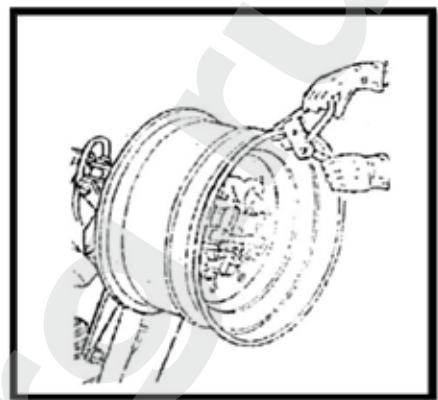
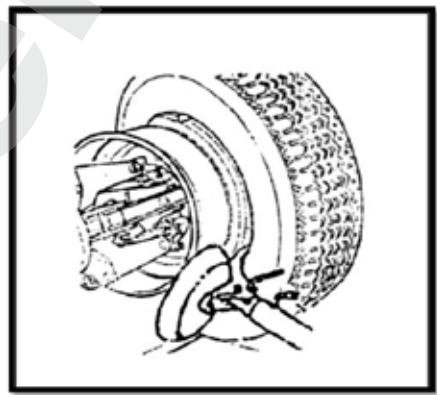
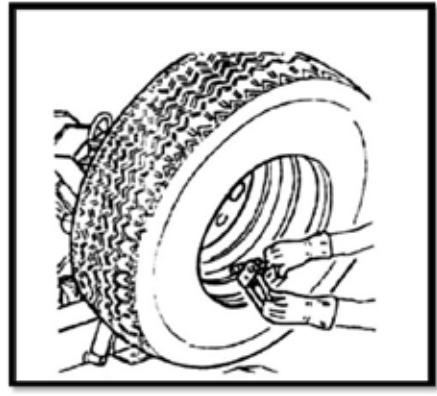
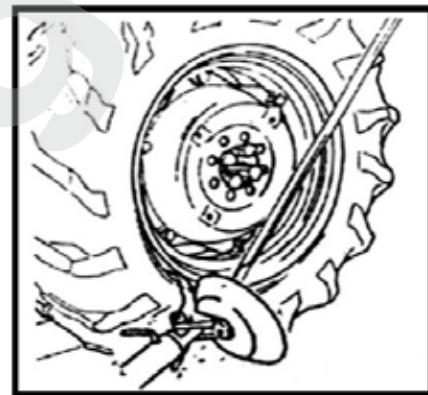

Рис. 13
Рис. 14
Рис. 15
Рис. 16
- (1) Зафиксируйте обод с помощью гидравлического зажимного устройства.
- (2) Смажьте оба борта шины и края шины специальным смазочным материалом.
- (3) Установите тиски-зажим самой верхней точке на внешнем крае обода (рис. 13).
- (4) Установите шину на платформу и опустите консоль. Отрегулируйте взаимное положение зажима и инструментальной консоли, установите внутренний борт шины на обод (удерживайте зажим в верхней точке).
- (5) Поднимите обод и шину, вращайте их по часовой стрелке на 15-20 мм, шина будет располагаться под углом к ободу.
- (6) Убедитесь в том, что монтажный палец направлен на шину. В противном случае опустите блокировку, поверните палец на 180° и зафиксируйте.
- (7) Установите монтажный палец на расстоянии 5 мм от обода.
- (8) Вращайте колесо по часовой стрелке до тех пор, пока зажим не окажется в крайней нижней точке (рис. 14).
- (9) Снимите зажим с обода и установите инструмент в исходное положение (нерабочее).
- (10) Поверните инструментальную консоль к внешней части шины и зафиксируйте ее.
- (11) Установите тиски на внутренней стороне обода и вращайте колесо до тех пор, пока зажим не окажется в крайней верхней точке (рис. 15)
- (12) Вращайте колесо против часовой стрелки до тех пор, пока зажим не окажется в крайней нижней точке.
- (13) Снимите зажим.
- (14) Переместите платформу под колесо и опустите консоль (5), чтобы установить колесо на платформу.
- (15) Снимите колесо с гидравлического зажимного устройства. Следите за тем, чтобы колесо не скатилось.
- (1) Установите инструментальную консоль (9) в исходное положение, переведите его к внешней стороне колеса и зафиксируйте в рабочем положении.
- (2) Вращайте колесо, одновременно с этим переведите монтажный палец вперед и установите его между ободом и бортом шины.
- (3) Поверните обод так, чтобы он был на расстоянии 4-5 см от инструмента. Это позволит избежать соскальзывания борта с инструмента.
- (4) Переведите монтажный палец к внешнему краю обода.
- (5) Вставьте монтировку между ободом и бортом справа от инструмента (рис. 16).
- (6) Нажмите на монтировку и опустите колесо до тех пор, пока край обода не окажется на расстоянии 5 мм от монтажного пальца.
- (7) Вращайте колесо против часовой стрелки, чтобы снять один из бортов шины.
- (8) Переведите инструментальную консоль в нерабочее положение, опустите консоль, чтобы шина оказалась на платформе (17). Установите платформу так, чтобы образовался небольшой зазор, необходимый для выемки камеры.
- (9) Выньте камеру и снова поднимите колесо.
- (10) Переведите инструментальную консоль к внутренней части шины, разверните монтажный палец на 180° и опустите консоль в рабочее положение. Установите палец между ободом и бортом шины и вращайте колесо до тех пор, пока борт не окажется у переднего края обода.
- (11) Установите обод на расстоянии 4-5 см от инструмента.
- (12) Установите монтажный палец на 3 мм вглубь обода.
- (13) Установите монтировку между ободом и бортом шины справа от монтажного пальца (рис. 13).
- (14) Нажмите на монтировку, опустите колесо до тех пор, пока обод не окажется на расстоянии 5 мм от монтажного пальца. Вращайте колесо против часовой стрелки, чтобы полностью снять шину.